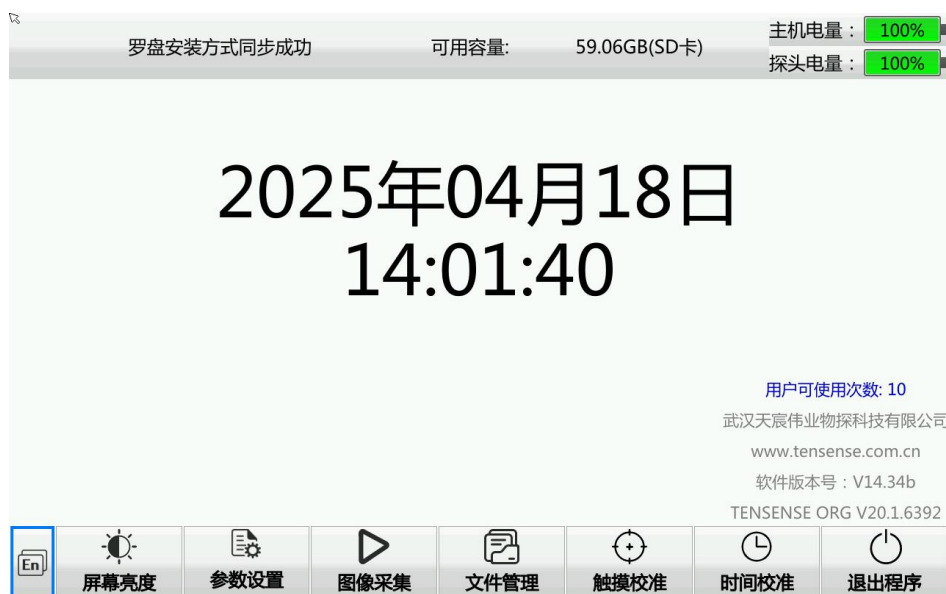

图2-6 仪器主界面
- 2) 再等待10几秒后，仪器自检完成，将进入主界面，如图2-6所示：